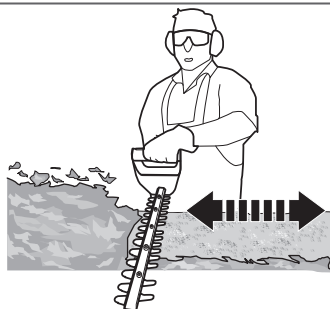

Fig. 11
10. Corte en varias etapas para lograr un mejor resultado en lugar de intentar cortar de una sola vez si la zona a cortar es particularmente grande (Fig. 11); los cortes más pequeños permitirán un fácil compostaje.